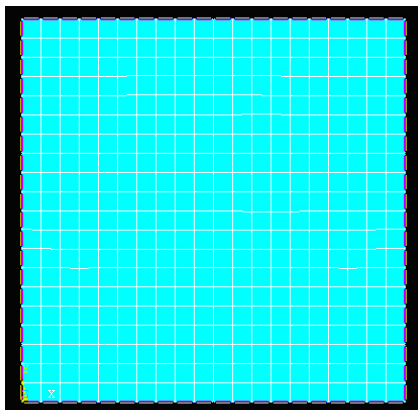

Рис. 23. Задание граничных условий, напряжение 0 В
**Main Menu > Preprocessor > Loads > Define Loads > Apply > Electric > Boundary > Voltage > On lines** (Главное меню > Препроцессор > Нагрузки > Определить нагрузки > Применить > Электрические > Граничные > Напряжение > По линиям), затем выберите внешние горизонтальные и вертикальные стороны конструкции, **Ok**. Во всплывающем окне выставьте постоянное значение напряжения 0 В (рис. 23).